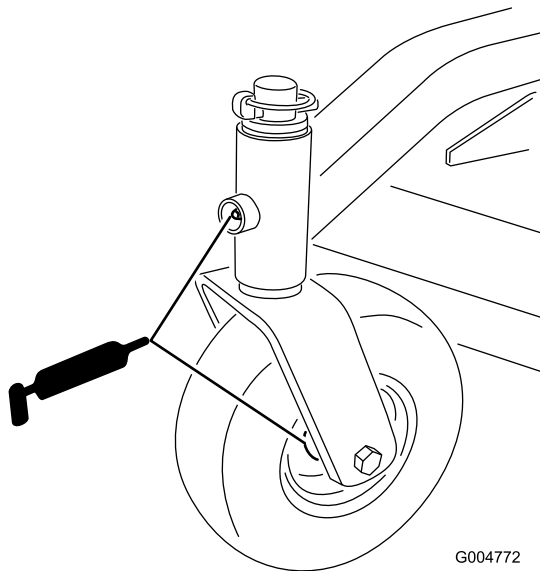

Figure 13
- bagues d'axes de pivot (Figure 13)
- roulements de roues pivotantes (Figure 13)